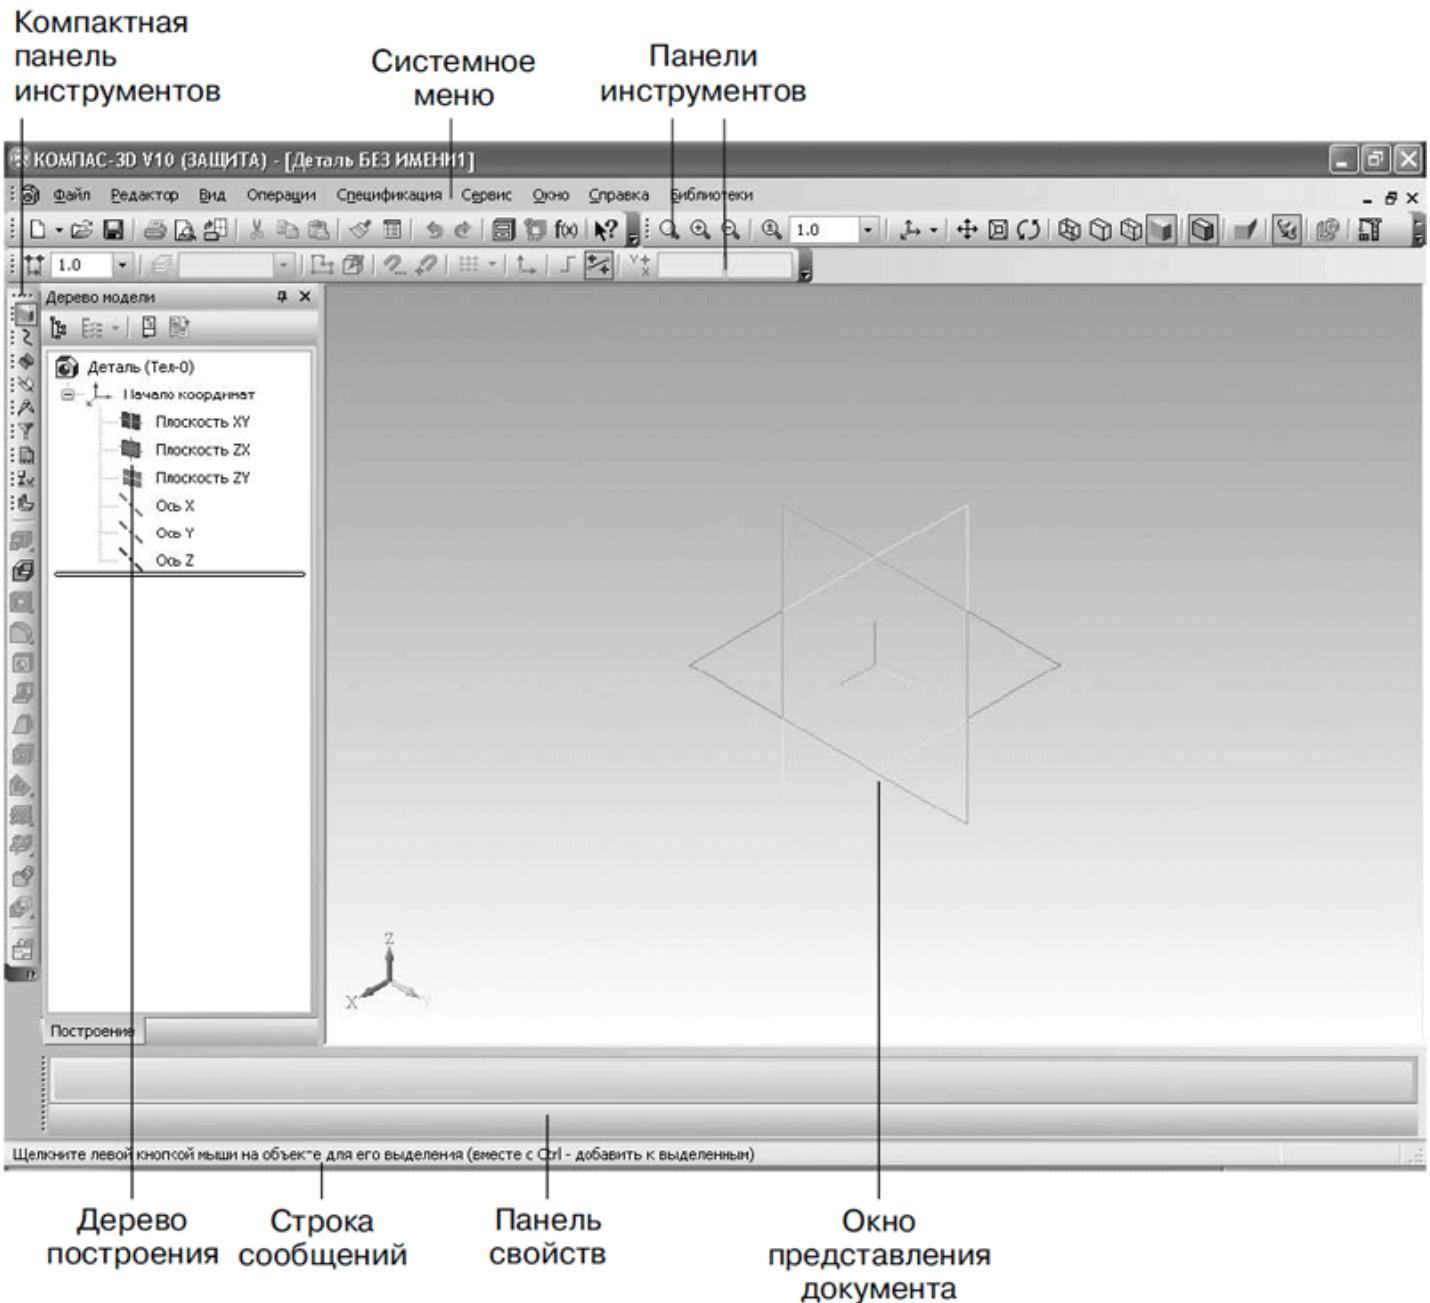
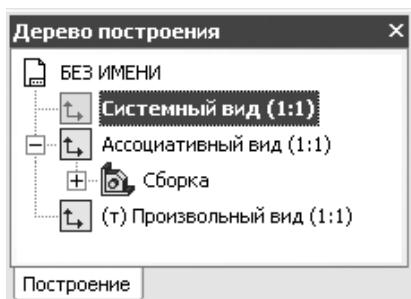

Рис. 1.4. Элементы пользовательского интерфейса системы КОМПАС-3Д
Рис. 1.12. Дерево построения чертежа
Для детального знакомства с интерфейсом программы стартовой страницы явно недостаточно, поэтому выберите в диалоговом окне Новый документ тип файла Деталь и нажмите кнопку OK (или просто воспользуйтесь ссылкой Деталь на стартовой странице программы). Система создаст новый документ КОМПАС-Деталь, при этом главное меню и панели инструментов изменятся (рис. 1.4).
- **Компактная панель инструментов** – наиболее важный и часто используемый элемент интерфейса. Это вертикальная панель, по умолчанию расположенная в левой части окна программы. Она объединяет панели инструментов, предназначенные для создания и редактирования моделей, чертежей или элементов спецификаций. Между панелями инструментов можно переключаться с помощью специальных кнопок (на рис. 1.4 эти кнопки размещены в верхней части компактной панели). Состав компактной панели зависит от типа документа, с которым работает пользователь.
Панель свойств может быть закреплена возле любого края клиентской области главного окна программы. Для этого нужно воспользоваться соответствующей командой подменю Размещение контекстного меню. Его можно вызвать, щелкнув правой кнопкой мыши в любой точке панели свойств. Кроме того, панель свойств может быть зафиксированной (см. рис. 1.4) или плавающей. Плавающая панель в неактивном состоянии скрывается за границей (фреймом) главного окна. Это может быть удобно при небольшом разрешении экрана монитора (например, 800 ? 600), так как при этом панель свойств не будет закрывать собой участок клиентской области окна документа. При достаточно большом разрешении экрана режим плавающей панели не совсем удобен, потому что для каждого обращения к свойствам текущей операции панель придется «доставать» из-за края неклиентской области окна (для чего нужно будет щелкнуть кнопкой мыши на закладке с заголовком панели и ждать, пока панель всплывет).
При установленных флаjkах возле команд Дерево построения (присутствует только в документе-чертеже) и Стока сообщений в главном окне приложения будут присутствовать соответствующие элементы интерфейса. По умолчанию флаjk Стока сообщений установлен всегда, а пункт Дерево построения для чертежа отключен. Сняв любой флаjk, пользователь может спрятать одноименный элемент интерфейса программы. Обратите внимание, что дерево построения чертежа (рис. 1.12) отличается от дерева построения сборки или детали (см. рис. 1.4). В нем отображается иерархия видов графического документа. Текущий вид обозначается символом (т) перед названием вида. Если учесть, что во фрагменте, в отличие от чертежа, изображение создается в едином виде масштабом 1:1, то станет понятно, почему при выборе документа КОМПАС-Фрагмент дерево построения пропадает – для фрагмента оно просто не нужно.